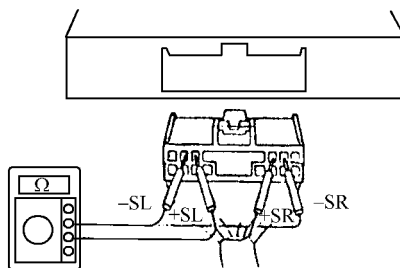

图 5-13 检查中央安全气囊传感器总成电路
(2)检查安全气囊传感器电路(+SR 与 -SR、+SL 与 -SL 端子间电阻)。拆下中央安全气囊传感器总成接头,如图 5-13 所示,测量中央安全气囊传感器总成线束侧接头的 +SR 与 -SR、+SL 与 -SL 端子之间电阻,应为 $755\Omega \sim 885\Omega$,若不正常,检查前安全气囊传感器。